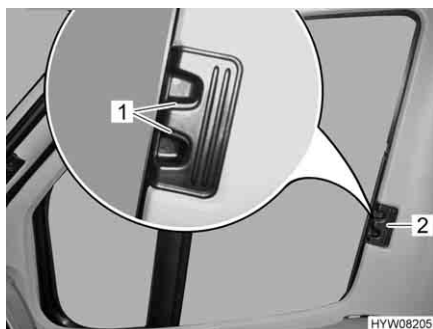

Bild 65 Plisségardin för förar-/passagerarfönster
- Tryck in låshandtagen (Bild 65,1) och håll dem intryckta.
- Ta tag i handtaget (Bild 65,2) och dra plisségardinerna för förar-/och passagerarfönstret till den andra fönstersidan och fäst med magnetremsorna.
- Ta tag i handtaget (Bild 65,2) till plisségardinerna för förarfönstret och passagerarfönstret och skjut in dem så långt det går.
- Släpp låshandtagen (Bild 65,1) och låt dem haka fast.